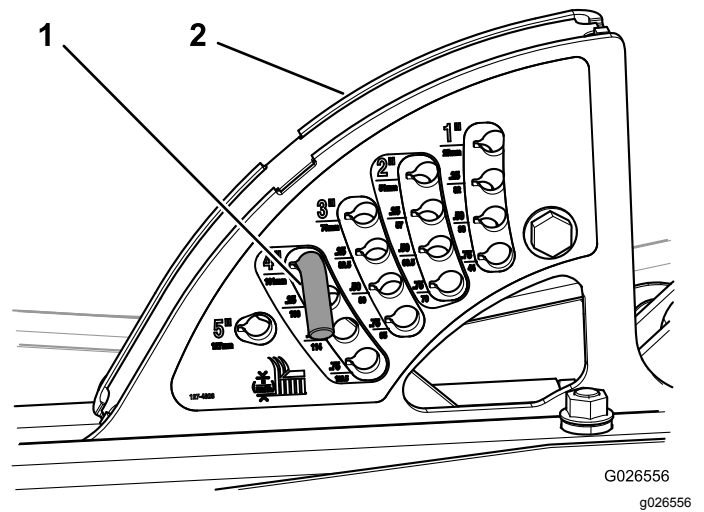

図 41
1. 希望の刈高に合わせて、刈高ブラケットに刈高ピンを取り付ける 図 41。